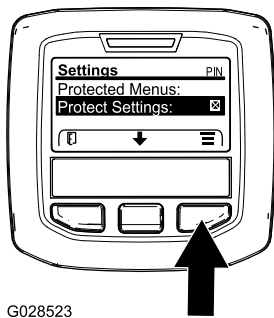

Figure 19
1. Dans le menu PRINCIPAL, appuyez sur le bouton central pour naviguer jusqu'au menu RÉGLAGES, puis appuyez sur le bouton droit (Figure 19).